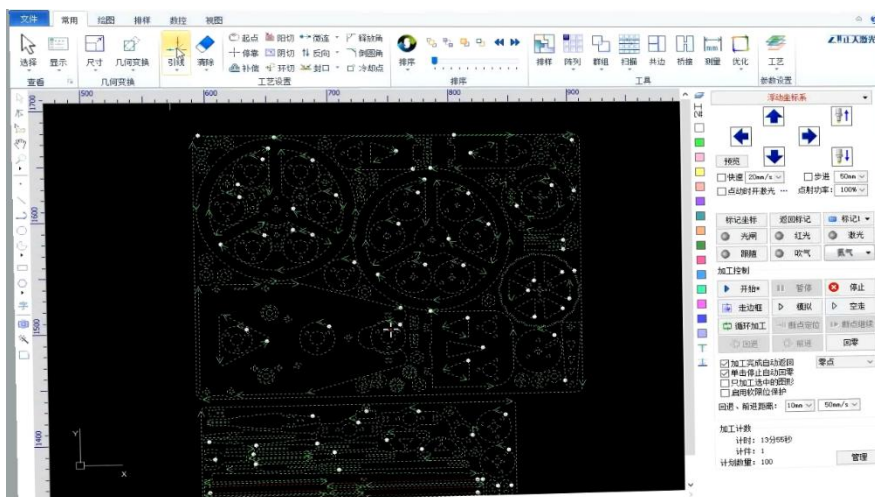

图 11 确认尺寸数据
(11) 第十一步：检查软件阶段。选中要检查的文件，核对尺寸数据，如图 11 所示。